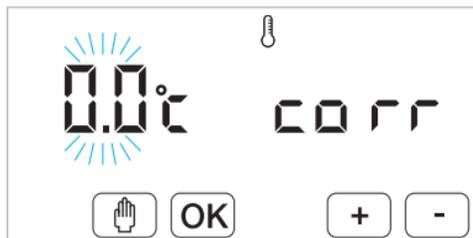

fig. 42
19.2 Premere il tasto touch >, inizia a lampeggiare il valore impostato di 0,0° C fig. 42 e compare la scritta **corr**.